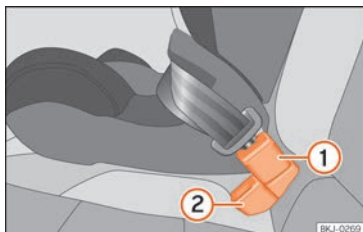

Fig. 30 Posición del cierre del cinturón en el asiento trasero
- Coloque el cierre del cinturón de la plaza central » » fig. 30 ① detrás del cierre del cinturón de la plaza lateral » » fig. 30 ②.
- Enganche la lengüeta del cinturón de seguridad de la plaza central en el cierre del cinturón de la plaza central » » fig. 30 ① hasta oír cómo encaja.
- Para que los cinturones queden correctamente colocados, los cierres no deben retorcerse » » fig. 30.